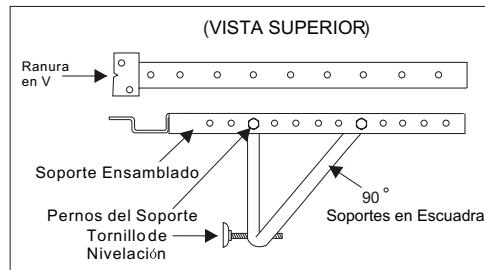
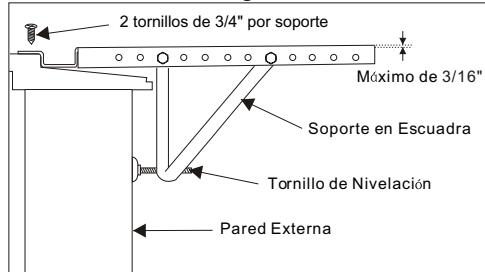
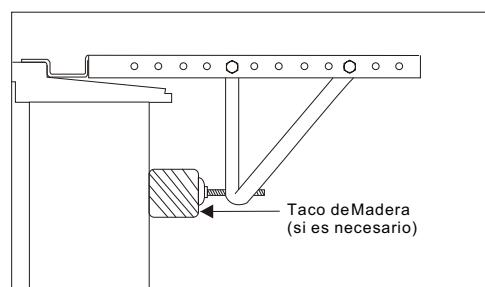

Fig. 5
Fig. 7
Fig. 8
A. Sujete el soporte horizontal a los soportes en escuadra (Fig. 5) con 2 pernos de 1 1/2". Hay dos pernos por soporte. Asegúrelos con las 2 arandelas de presión de 1/4" y las 2 tuercas de 1/4". NO ajuste estos pernos de inmediato ya que es posible que sea necesario ajustar la distancia del soporte ensamblado, dependiendo de la profundidad del umbral de la ventana. Vea la (Fig. 7). Instale los dos tornillos de nivelación en los soportes en escuadra. A modo de prueba, coloque el soporte ensamblado en la ventana antes de instalar el gabinete. Si los tornillos de nivelación están demasiado lejos de la pared como para proporcionar estabilidad, es probable que sea necesario complementar dicha área con un tajo de madera. Vea la (Fig. 8).
C. Para permitir una descarga adecuada de la condensación, será necesario ajustar la inclinación de los soportes en la ventana. Para ello, ajuste la distancia del tornillo de nivelación en la pared exterior. La inclinación máxima no deberá ser superior a 3/16". Vea la (Fig. 7).
Utilice un tajo de madera para proporcionar estabilidad. Esto será necesario cuando el umbral de la ventana sobresalgan mucho del plano de la pared. Vea la (Fig. 8).
C. Asegúrese de que el gabinete esté levemente inclinado hacia abajo en la parte externa. Si es necesario vuelva a ajustar el soporte, tal como se indica en la Fig. 7.